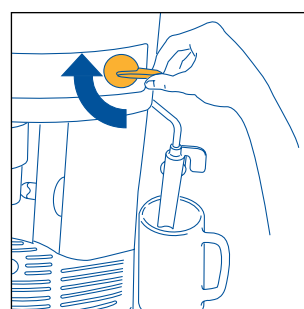

Fig.6
4. Efter några sekunder börjar det komma ut vatten ur cappuccinoröret. Vrid ångreglaget medsols ett halvt varv (fig. 6) för att avbryta vattenutmatningen när koppen innehåller 30 cc.
- Vrid ångreglaget medsols (fig. 6) för att avbryta vattenutmatningen och sätt tillbaka cappuccinoröret i utgångsläget vid maskinens mitt.
- Vrid cappuccinöröret utåt (fig. 6).
- Avbryt sedan utmatningen genom att vrida reglaget medsols så långt det går (fig. 6).
- När önskad temperatur har uppnåtts avbryter du utmatningen av ånga genom att vrida reglaget medsols så långt det går (fig. 6).